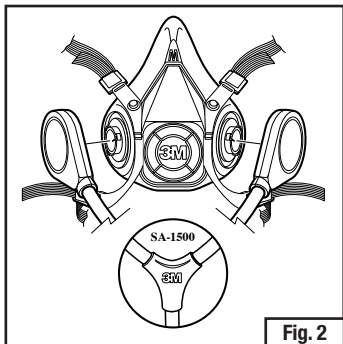

Fig. 2
1. Tenir le demi-masque, logo 3M face à soi. Aligner les deux extrémités du tuyau de respiration avec les deux dispositifs de verrouillage à baïonnette situés sur le demi-masque. Pour les tuyaux de respiration à deux arrivées d'air SA-1500 et SA-1600 3MMC, s'assurer que le logo 3M qui se trouve sur le tuyau de respiration et sur le demi-masque soient tous deux face à soi. Pour les tuyaux de respiration à deux arrivées d'air SA-2500 et SA-2600 3MMC, s'assurer que le logo 3M situé sur le tuyau de respiration pointe en direction opposée du logo 3M situé à l'avant du demi-masque (Fig. 2 et 3).